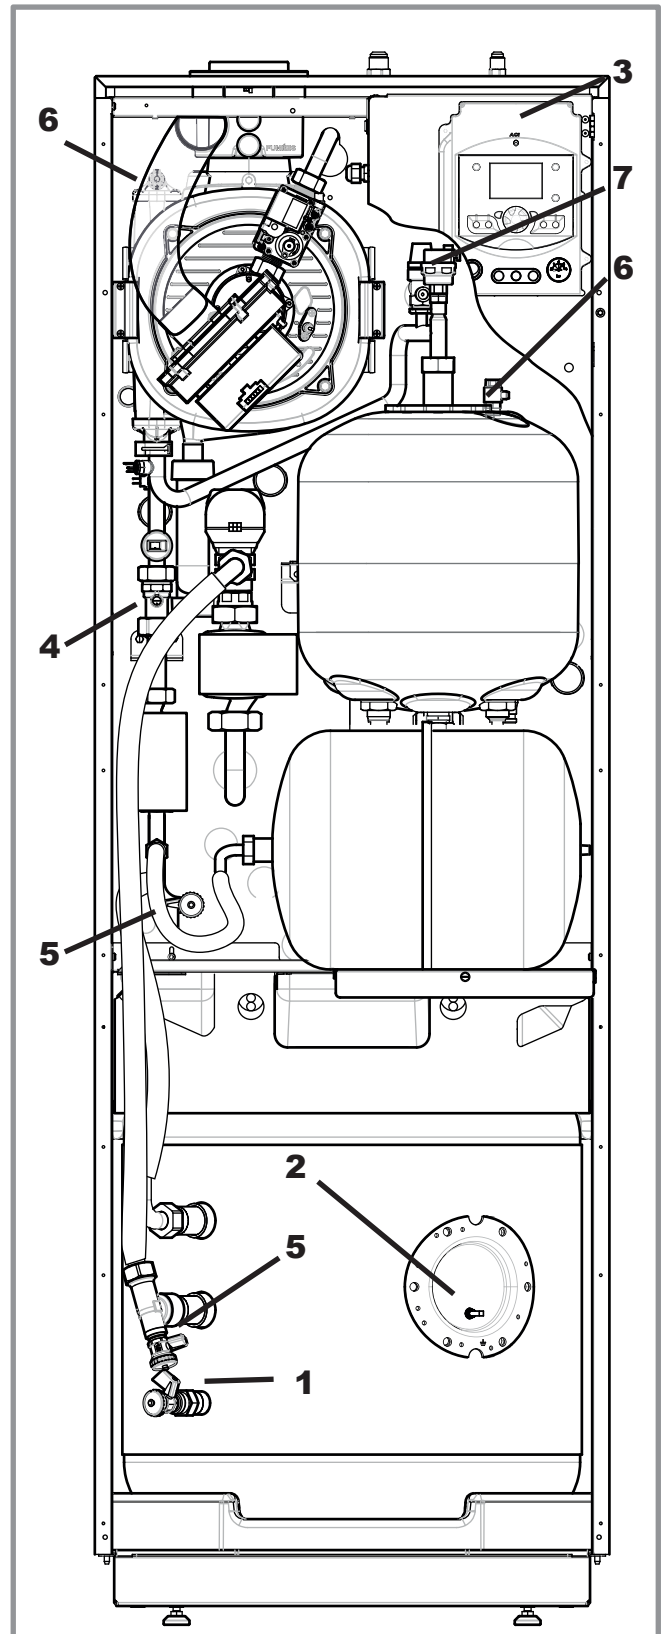

figure 65 - Vidange du module hydraulique et/ou du ballon sanitaire
- Débrayer le clapet antiretour (rep. 4, figure 65).